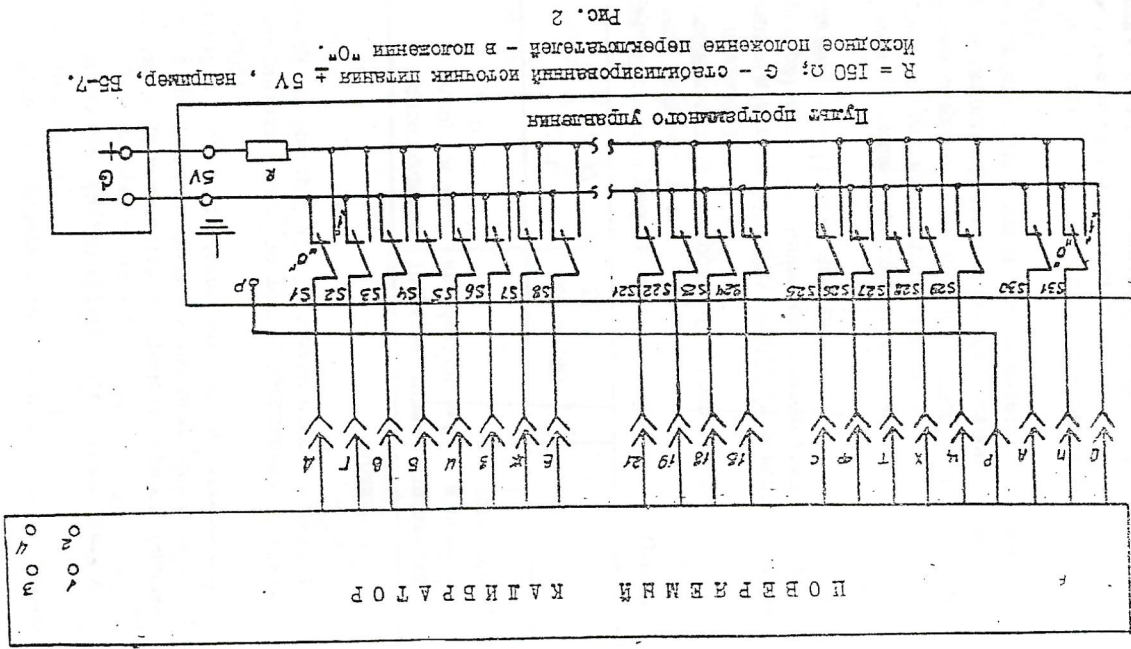

Рис. 2
4.3.2.2. Проверьте работоспособность калибратора в режиме программного управления по схеме рис. 2:
Номера переключателей в положении "Г" (схема на рис. 2)	Напряжение (ток) на выходе калибратора
Номера переключателей в положении "I" (схема на рис. 2)	Напряжение (ток) на выходе калибратора